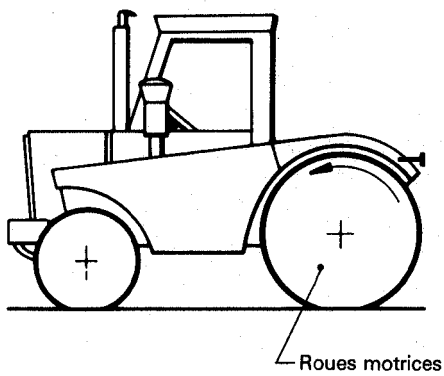

Figure 10 — Roues motrices arrière
5.1.4.1 Roues motrices arrière (voir figure 10)